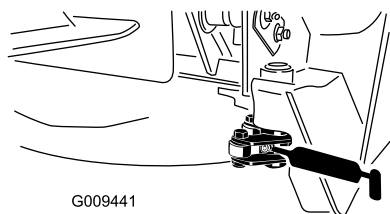

Figure 42
- Pivot de verrou (2) (Figure 42)